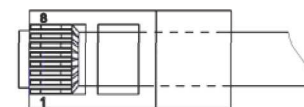

Рис.3 Обжимка кабеля кат.5е
1. Заземлить термощкаф при помощи клеммы заземления 3.1 (PE), клемм X1.
2. Подключить видеокамеры к устройствам защиты УЗЛ-Е («Линия») кабелями UTP кат.5е (обжимка кабелей производится по стандарту TIA/EIA 568В (рис.3)) и УЗП-24 согласно схеме.